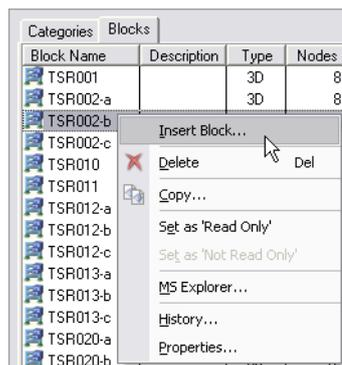

Figura 12.33: Menú contextual *Bloque*
- utilice el menú contextual del bloque (Figura 12.33).